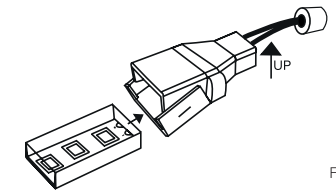

FIG 4.
4. Houd de connector zoals afgebeeld in fig 4. met het scharnierende gedeelte aan de onderzijde en schuif de ledstrip volledig in de connector. Let op de polariteit! De connector past maar op één manier op de ledstrip.